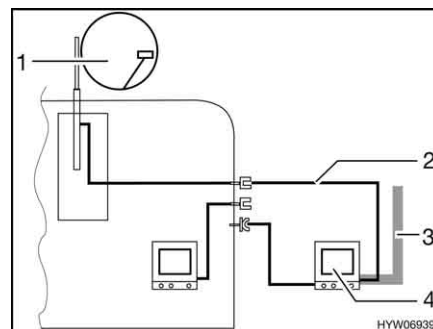

Fig. 178 TV en el área bajo el toldo
- TV en el área bajo el toldo (Fig. 178,4): Conexión a la antena del techo (Fig. 178,1) con el cable de conexión (Fig. 178,2)
- TV en el área bajo el toldo (Fig. 178,4): Conexión a antena externa (Fig. 178,3)